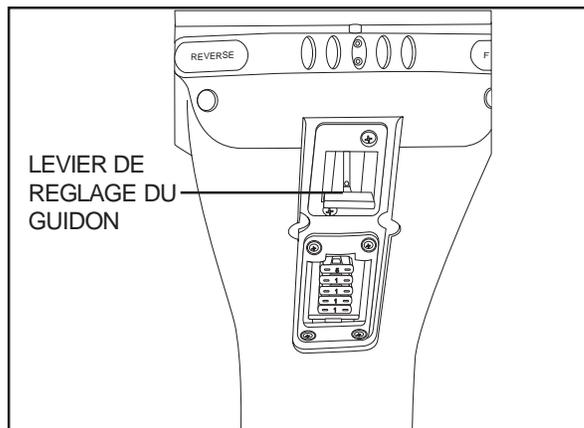

Figure 12. Réglage du guidon
1. Soulevez le levier de verrouillage. Voir la figure 12.